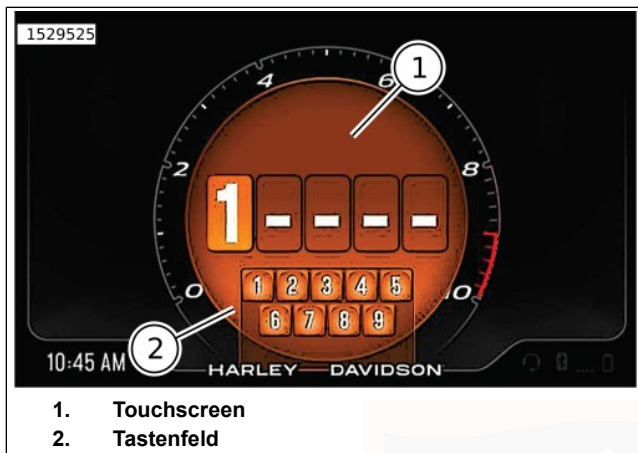

Abbildung 24. PIN-Bildschirm mit Eingabe über ein Tastenfeld
1. *Abbildung 24 Beim Berühren des PIN -Bildschirms (1) wird die Tastatureingabe (2) angezeigt.*